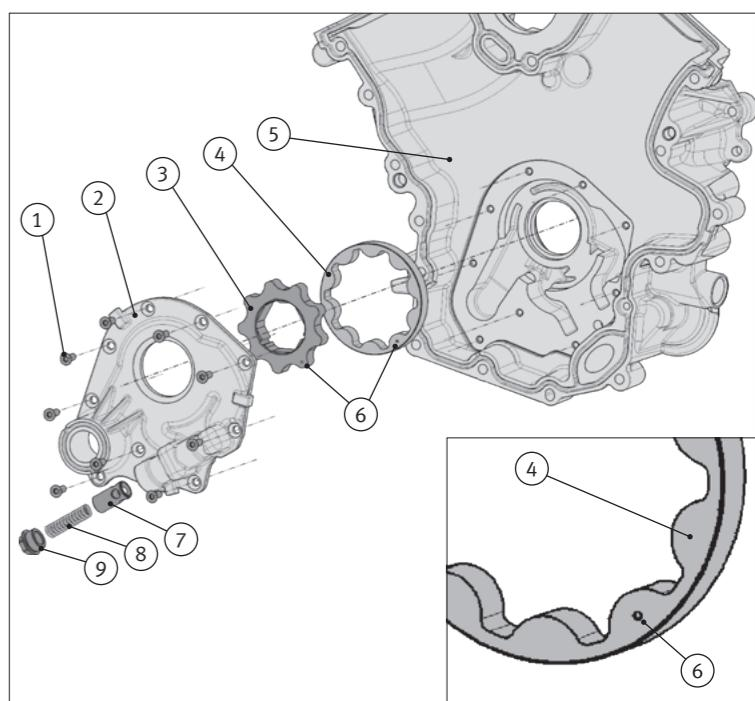

Abb. 1/Fig. 1/Puc. 1/图1
- 将内转子 (3) 和外转子 (4) 装到前盖 (5) 中, 保证可以看见转子上切口 (6) 形状的标记(图 1)。